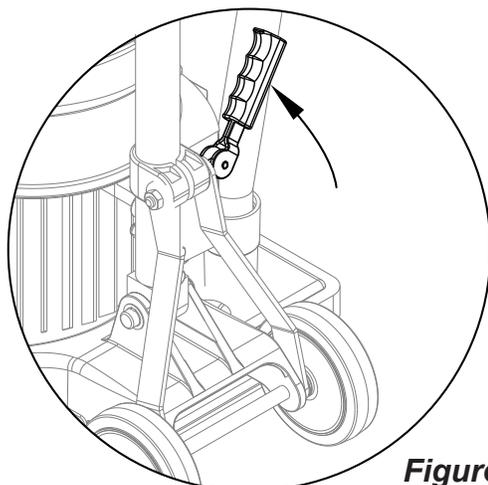

Figure 1
- Relevez la poignée et bloquez-la en position verticale. Pour bloquer la poignée, tirez le levier de dégagement par compression (voir *Figure 1*).